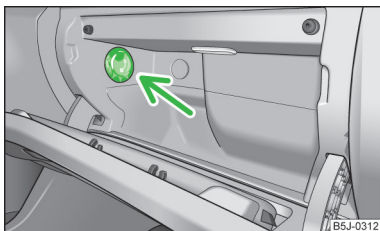

Abb. 63
► Mit dem Drehschalter » Abb. 63 wird die Luftzufuhr geöffnet bzw. verschlossen.